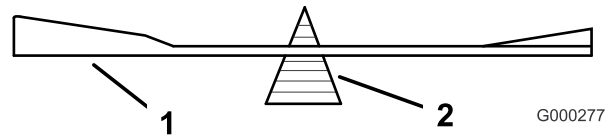
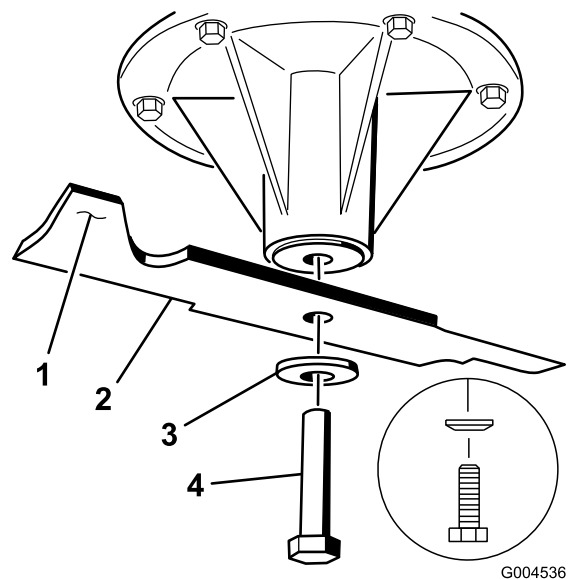
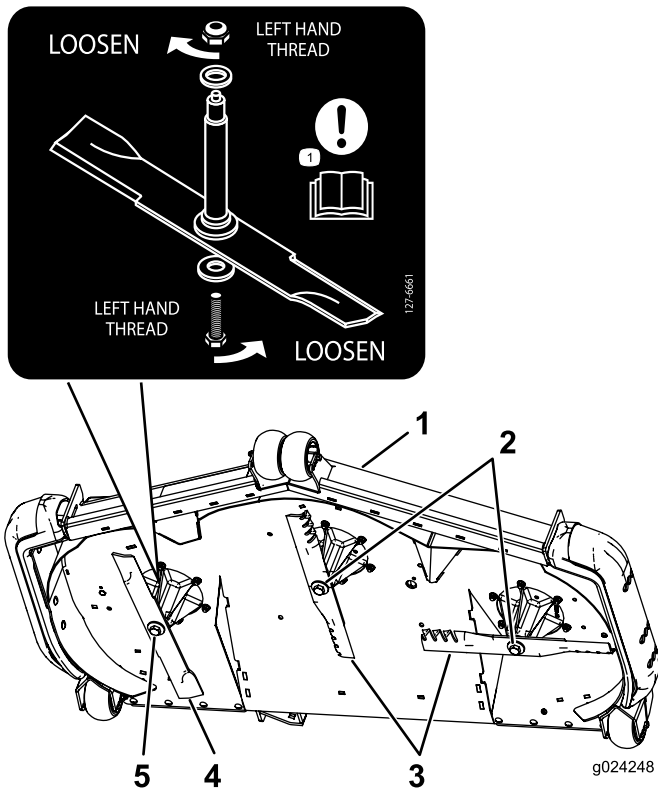

Figure 101
Figure 102
Figure 103
2. Vérifiez l'équilibre de la lame en la plaçant sur un équilibreur (Figure 101). Si la lame reste horizontale, elle est équilibrée et peut être utilisée. Si la lame est déséquilibrée, limez un peu l'extrémité de la partie relevée seulement (Figure 102). Répétez cette procédure jusqu'à ce que la lame soit équilibrée.
Important: La lame droite de ce tablier de coupe est contrarotative et utilise un boulon à filetage à gauche. Reportez-vous à la Figure 103 pour positionner correctement les lames du tablier de coupe.
1. Reposez sur les axes, les lames gauche et centrale, les rondelles bombées et les boulons de lame (Figure 102 et Figure 103).
Remarque: Le cône de la rondelle bombée doit être dirigé vers la tête du boulon (Figure 102).
2. Posez sur l'axe, la lame droite, la rondelle bombée et le boulon (fileté à gauche) (Figure 102 et Figure 103).
3. Serrez les boulons de lame à un couple de 115 à 150 Nm (85 à 110 pi-lb) (Figure 103).